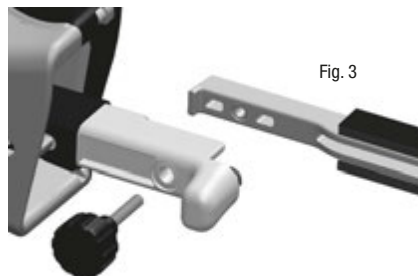

Fig. 3
7. Retirer le bras de contact et le remplacer par le bras désiré. S'assurer que la languette à l'extrémité du bras se trouve dans la rainure du support du bras de centrage. (Voir la fig. 3)